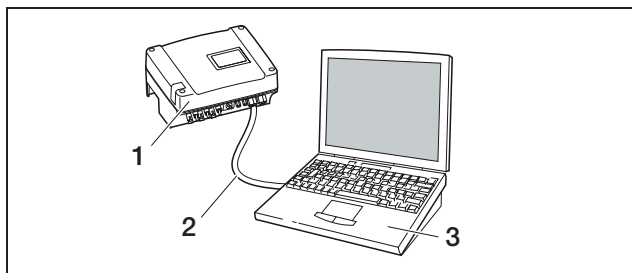

Figura 41: Collegamento dell'inverter e del computer con cavo Ethernet
- a) direttamente mediante un cavo cosiddetto Ethernet (vedere figura 41) oppure